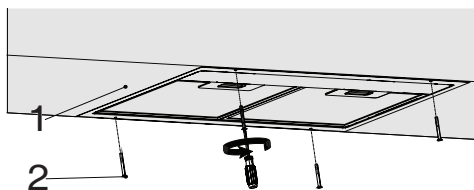

Fig. 10
- Coloque la campana en el mueble de la cocina y sujétela a los 4 agujeros de instalación previamente realizados (Fig. 10).